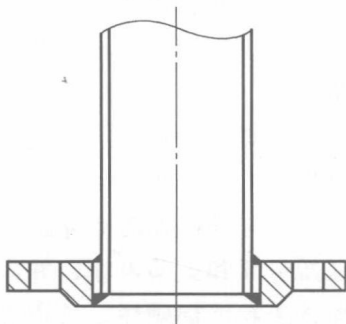

图 1-1 管材与法兰盘焊接
27) 民用工程一般采用平焊法兰。管材与法兰盘焊接, 应将管材插入法兰盘内, 先点焊 2~3 点, 再用角尺找正找平后方可焊接, 法兰盘应两面焊接, 其内侧焊缝不得凸出法兰盘密封面, 如图 1-1 所示。